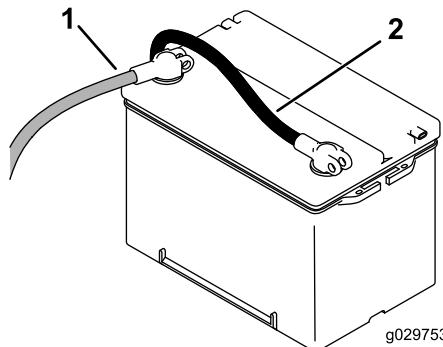

Figure 50
- Pour mettre la machine hors tension, tournez le coupe-batterie dans le sens antihoraire à la position HORS TENSION (Figure 50).
6. Branchez le câble positif (rouge) de la batterie à la borne positive (+) et le câble négatif (noir) à la borne négative (-) (Figure 50).